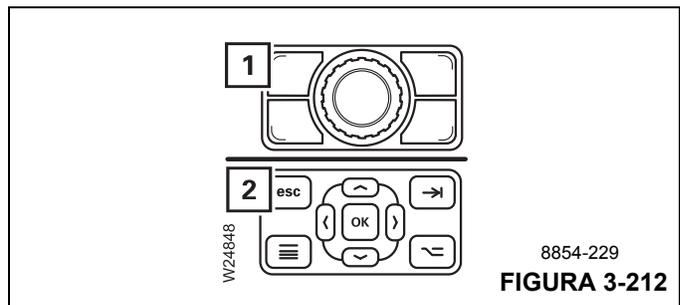

FIGURA 3-212
Pulse el botón (1, Figura 3-212) en el cuadrante selector o (2) en el tablero de control.